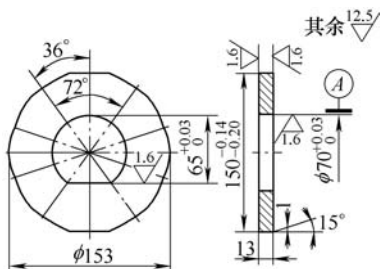
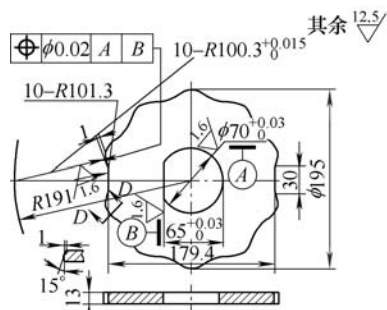

图5 车I圆定位盘
图6 车II圆、磨I圆定位盘
在卧式车床上采用车削工装,将铣完一侧的工件(铣削侧朝向圆心)安装到车削定位座内,由车I圆定位盘(见图5)给工件所铣出的小平面定位,然后由胶垫、压紧盘、压垫和压紧螺母来共同压紧 $\phi 48\text{mm}$ 大端面,同时将顶丝压紧 $\phi 36.5\text{mm}$ 外圆,将 $\phi 48\text{mm}$ 外圆一侧车削为偏心圆弧面 $R100.3_{-0.05}^0\text{mm}$,表面粗糙度值为 $6.3\mu\text{m}$ 。取下并松开工装,取下车I圆定位盘,将工件旋转 180° ,以圆弧面 $R100.3_{-0.05}^0\text{mm}$ 和 $\phi 36.5\text{mm}$ 外圆为基准,换车II圆定位盘(见图6),给工件已车偏心圆弧面定位,然后重复按上述过程压紧工件,车削另一偏心圆弧面 $R100.3_{-0.05}^0\text{mm}$ 。渗碳热处理后,硬度 $58\sim 62\text{HRC}$,渗层深度 $1\sim 1.2\text{mm}$ 。
(1) 当使用车削工装车削第一个偏心圆弧面时, 在给所铣平面定位时, 应使10个工件平面的同一侧和图5中车I圆定位盘的10个定位平面的相同侧贴紧, 防
(2) 当使用车削工装车削第二个偏心圆弧面时，应更换成图6所示的定位盘，并采用与上述相同的装配方法装配后再进行车削。
(3) 当使用磨削工装磨削第一个偏心圆弧面时，应更换成图6所示的定位盘，并更换与工件 $\phi 36_{-0.075}^{+0.05}\text{mm}$ 外圆相符的定位座装配，采用与上述相同的装配方法装配后再进行磨削。